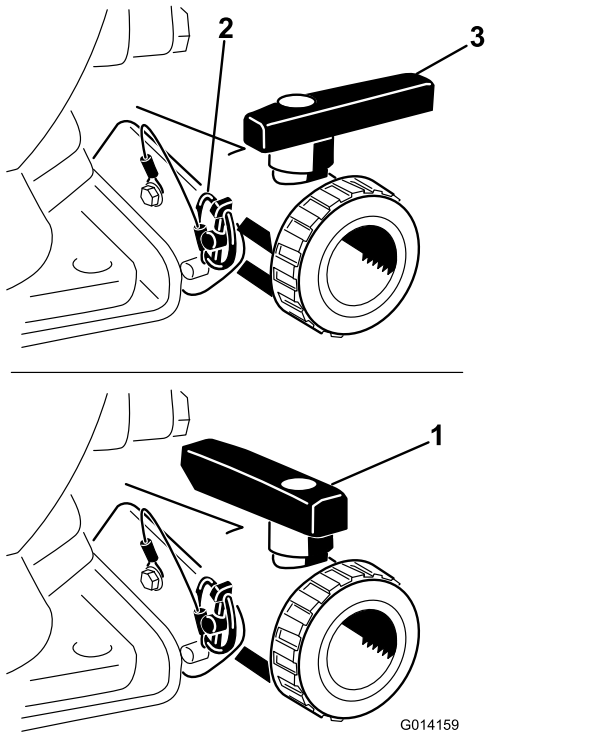

图23
打开阀门、从药缸中排出所有未使用的材料、并依照当地法规及材料制造商的说明来处置排放物（图23）。排水之后、拆除支架上的保险销（用于将排水阀固定到机器上）并将排水阀放在地上。这样做可排出管道中的任何残留材料。
- 药缸完全排干之后、使用之前拆除的保险销将阀门装回机架、然后关闭排水阀（图23）。